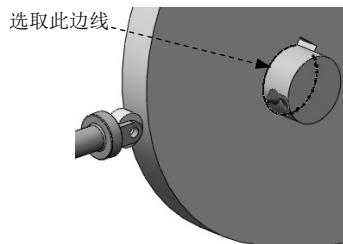

图 11.3.3 选取旋转方向
(1) 单击下方的 **运动算例 1** 选项卡，将运动算例界面展开。
(2) 在运动算例工具栏 **动画** 下拉列表中选择 **基本运动** 选项，单击  按钮，在“马达”对话框的 **零部件/方向(D)** 区域中激活  后的文本框，然后在图像区选取如图 11.3.3 所示的模型边线，在 **运动(M)** 区域的类型下拉列表中选择 **等速** 选项，调整转速值为 20，其他参数采用系统默认设置值。在“马达”对话框中单击  按钮，完成马达的添加。